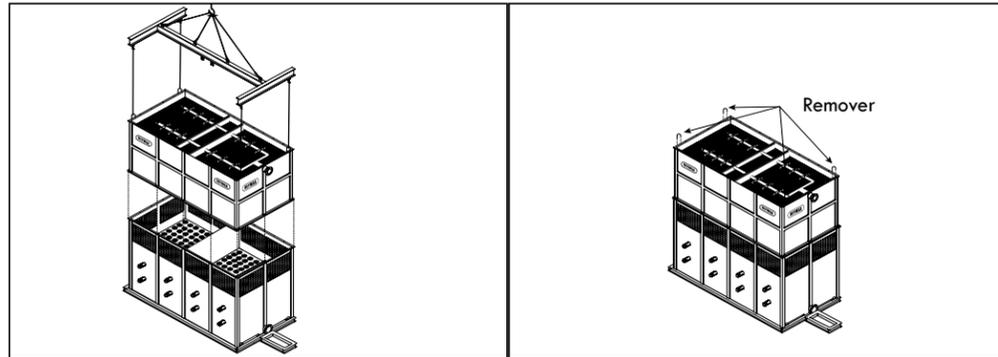

Figura A-30: Instalación del cuerpo en una torre modelo HFC-F.
I. Después de instalar la sección del cuerpo, remueva las argollas de izar que se encuentran en la brida antes de instalar la siguiente sección (ver Figura A-30).